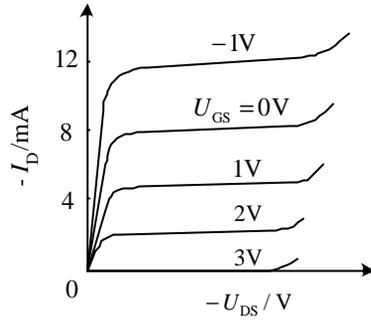

图 1-49 习题 1-11 的图
【习题 1-11】图 1-49 为某一绝缘栅型场效应晶体管的输出特性曲线，试由此图判断：(1) 此属于哪一种类型；(2) 其夹断电压  $U_{GS(off)}$  大约是多少；
(3) 饱和漏极电流  $I_{DSS}$  是多少。